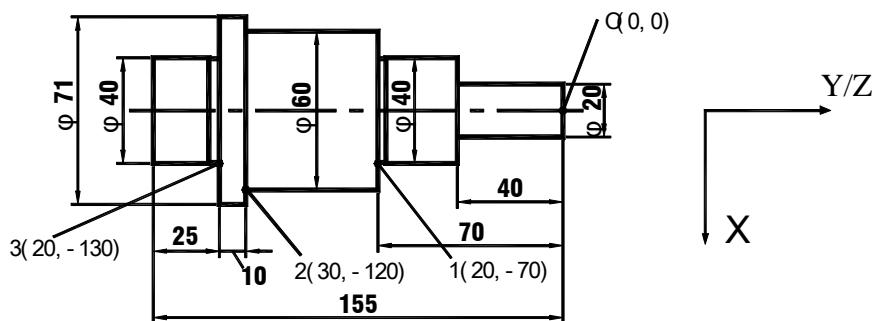

Fig. 1
1. Faire de l'origine en mode absolu (voyant ALE allumé) le point de référence principal sur la pièce. Par exemple, c'est le point O sur la Fig.1 de la page suivante. Faire de certains points de référence de la pièce des points d'origine. Par exemple les points 1, 2 et 3 de la Fig.1. Il est également possible de passer chaque UCS en mode écran en prenant comme origine l'origine auxiliaire, de façon à effectuer l'usinage quand c'est nécessaire.
Prendre la Fig.1 comme exemple : la machine étant sous tension, amener la machine au point O de la Fig.1. Passer en mode écran absolu.
Le réglage de tous les zéros de la pièce de la Fig.1 est terminé.
Pourquoi le signe de chaque coordonnée du point zéro auxiliaire saisi est-il l'opposé de celui affiché à l'écran ? Comme le montre l'exemple ci-dessus, si on entre les coordonnées du zéro auxiliaire sur la position du zéro absolu, l'écran affiche la position la position du zéro absolu dans le système de coordonnées de l'utilisateur. Ceci parce que le mode écran du système de coordonnées utilisateur prend chaque zéro auxiliaire comme origine des coordonnées utilisateur. Sur la Fig.1, le point O est situé exactement sur le point 1 (-20, 70), sur le point 2 (-30, 120) et sur le point 3 (-20, 130). Si l'opérateur entre les coordonnées du point zéro auxiliaire sur tout autre point que l'origine absolue, l'écran affiche la position de ce point dans le système de coordonnées utilisateur.